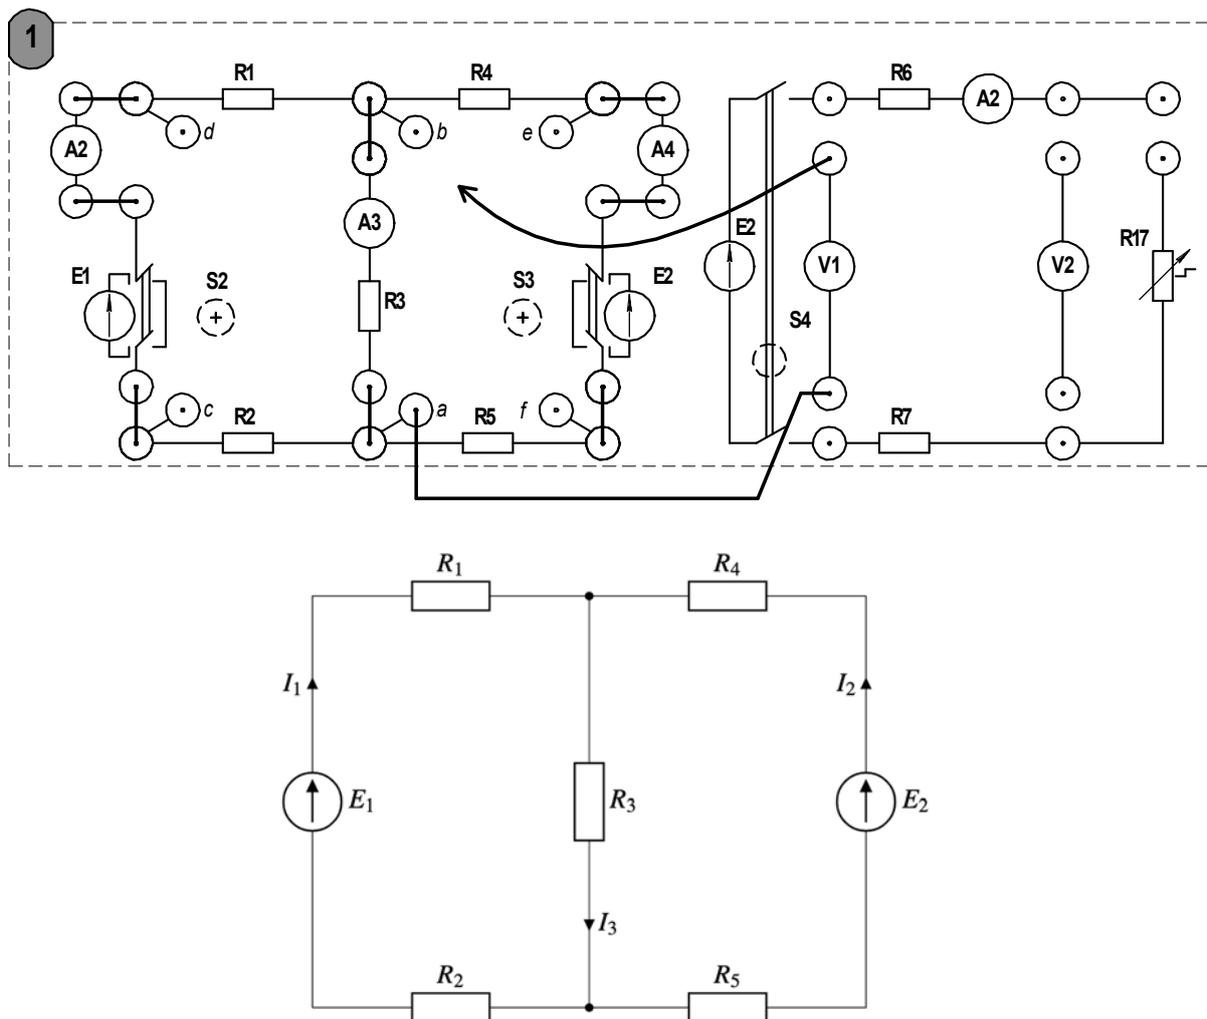

Рисунок 2.1 – Схема для измерения потенциалов в узлах
2.1.4 Принимая потенциал точки « $a$ » на схеме (рисунок 2.1) равным нулю, выполнить измерения потенциалов точек « $b$ », « $c$ », « $d$ », « $e$ », « $f$ » с учетом знаков. Используя результаты измерения, с помощью закона Ома определить сопротивления ветвей цепи и внутренние сопротивления источников ЭДС. Измерить напряжения между узлами ( $U_{ab}$ ,  $U_{ac}$  и т. д.). Результаты занести в таблицу 2.1.